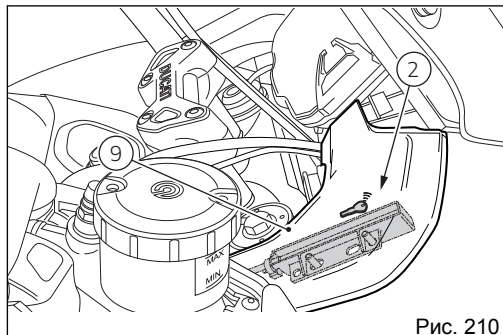

Рис. 210
( указывает на положение блока системы Hands Free (1) с защитной крышкой (8), а (Рис. 210) указывает на положение антенны (2) под приборной панелью (9) на уровне символа ключа.